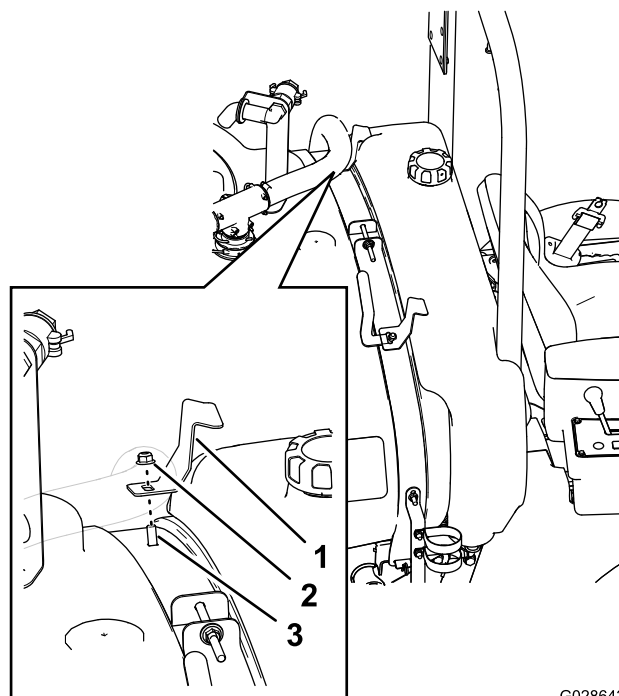

Figure 14
4. Alignez le réservoir de rinçage sur la cuve du pulvérisateur, comme montré à la Figure 14.
5. Placez le support gauche du réservoir en face du boulon de carrosserie (3/8 x 1 po) situé dans les trous intérieurs supérieurs de la sangle avant gauche (Figure 14).
6. Fixez le support du réservoir sur le boulon de carrosserie et la sangle (Figure 14) à l'aide d'un contre-écrou à embase (3/8 po).